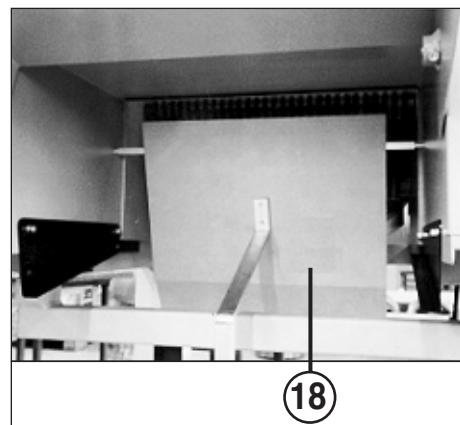

Fig. 3
- L'interruttore di sbloccaggio (2) è sbloccato?
- L'interruttore principale (1) è inserito?
- Il listello di arresto d'emergenza (14) è sbloccato?
- Il contenitore di raccolta (23) è introdotto completamente?
- Il contenitore di raccolta (23) è pieno? Il contenitore deve essere svuotato.
- Lo sportello di commutazione (18) (fig. 3) per il display "contenitore di raccolta pieno" è liberamente scorrevole?